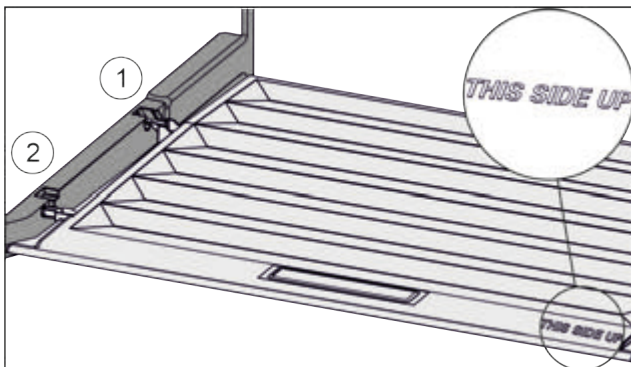

Fig. 74
- ▶ Вставити поперечні ребра через отвір заднього тримача Fig. 74 (1) і зафіксувати спереду у тримачі Fig. 74 (2).